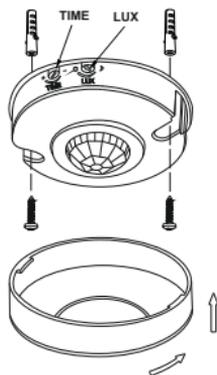

Рисунок 5 – Монтаж
– повернуть против часовой стрелки защитную крышку на угол  $5^\circ$ . (рисунок 5). Снять крышку;